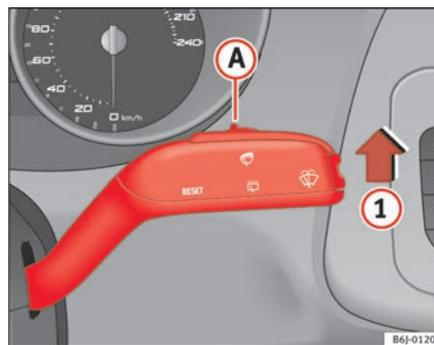

Fig. 60 Alavanca do limpa-vidros
- Deslocar a alavanca do limpa-vidros para a posição **1** ⇒ fig. 60.